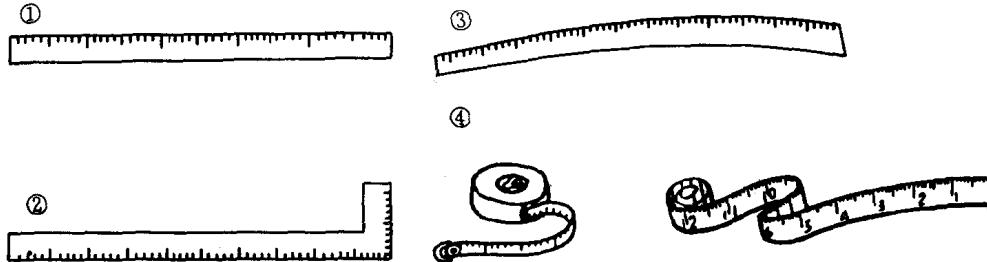

图 1-1
测量长度或画线时使用的尺子。长度有 20 厘米、30 厘米、60 厘米、100 厘米等多种规格(见图 1-1①)。
画直角线、垂直线时使用的尺子(见图 1-1②)。
画领窝、袖窿、裆弯以及其它曲线时使用的尺子(见图 1-1③)。
测量人体尺寸或测量曲线长度时使用的带状软尺或卷尺(见图 1-1 ④)。